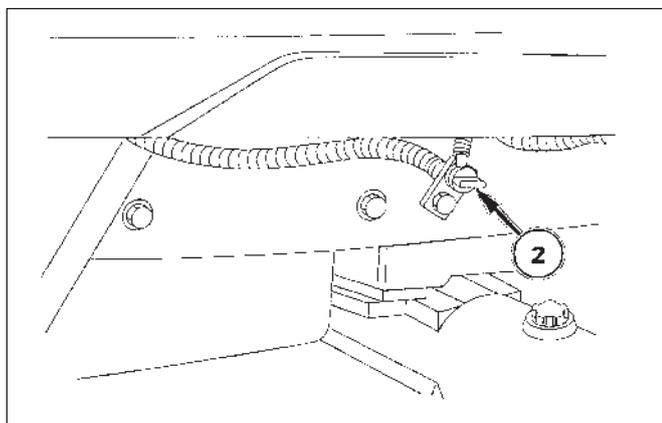

FIG. 6-20
**FIG. 6-20:** Le robinet de vidange, 2, permet de vidanger le liquide de refroidissement du bloc-cylindres et du radiateur. Le robinet de vidange est situé du côté droit du moteur. Il faut remplacer le liquide de refroidissement s'il est contaminé par la rouille ou de la boue. Desserrez le bouchon du radiateur pour accélérer la vidange.